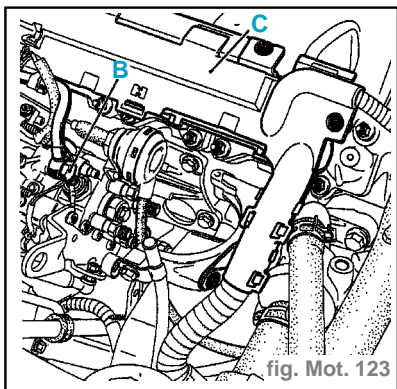

fig. Mot. 123
• l'écran plastique (C) et desserrer la vis (B) du tuyau de retour gazole (fig. Mot. 123),